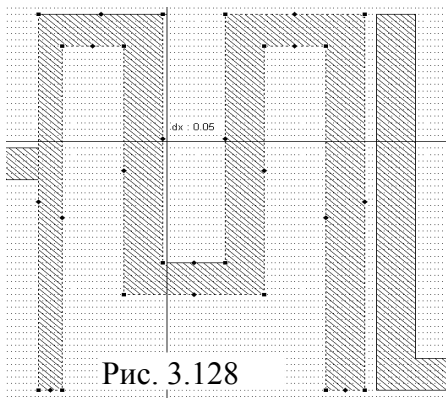

Рис. 3.128
8. Уменьшим длину крайних резонаторов. Удалите предыдущую структуру **F875_1125**, создайте копию оставшейся структуры **F875_1125A** и переименуйте её в прежнее имя **F875_1125**. Дважды щёлкните по первому резонатору, установите курсор на ромб посередине правой стороны второго вертикального проводника первого резонатора и сдвиньте эту сторону на 0.05 вправо (рис. 3.128). Затем также сдвиньте левую сторону этого проводника. Аналогично сдвиньте обе стороны первого вертикального проводника этого резонатора вправо на 0.05. Таким же образом укоротите последний резонатор, сдвинув его последние вертикальные проводники влево на 0.05. Выделите все элементы топологии, кроме входного проводника, и сдвиньте их влево на 0.05, чтобы соединить с входным проводником. Щёлкните по выходному проводнику и сдвиньте его влево, чтобы соединить с последним резонатором. Щёлкните по значку **Substrate Information** и укоротите корпус, введя размер **28.3** по оси **X** и количество клеток сетки **566** по этой оси. Чтобы точнее отобразить характеристику в полосе пропускания, увеличим число частотных точек. Дважды щёлкните мышкой по **Project Options** в левом окне проекта. На вкладке **Frequencies** отметьте **Add**, в поле **Start(GHz)** введите **0.875**, в поле **Stop(GHz)** введите **1.125** и в поле **Step(GHz)** введите **0.05**, нажмите **Apply** и **OK**. Сделайте активным окно